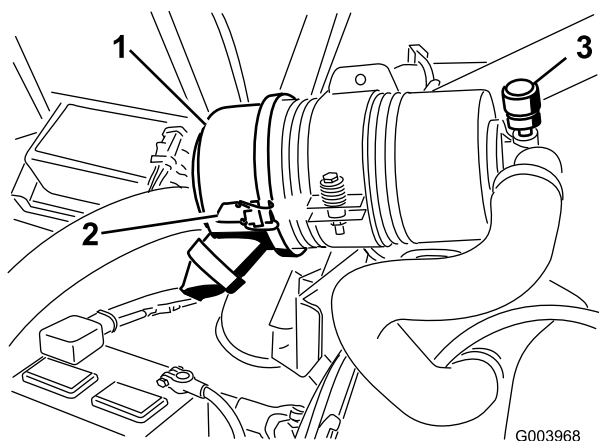

図 58
エア・クリーナの整備はインジケータ 図 58 が赤色になってから行ってください。早めに整備を行っても意味がありません。むしろフィルタを外したときにエンジン内部に異物を入れてしまう危険が大きくなります。
1. エアクリーナのカバーをボディーに固定しているラッチを外す(図 58)。